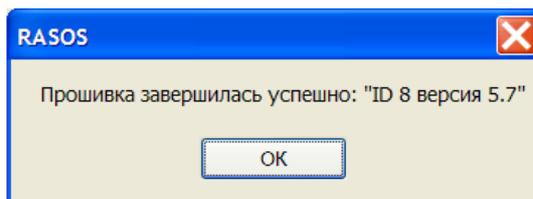

Рисунок 22
9) По окончании записи выводится отчет о результатах смены прошивки (рисунок 22). При успешной записи прошивки в отчете выводится сообщение «Прошивка завершилась успешно».